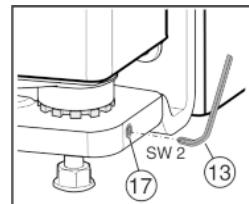

Fig. 17
- Vyšroubujte mírně závitový kolík Fig. 17 (17) (maximálně jednu otáčku!).
- Závitový kolík Fig. 17 (17) k zafixování ložiskového čepu opět dotáhněte.